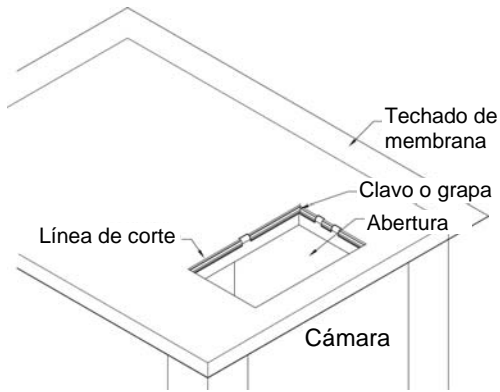

Figura 4
- Coloque el material de membrana sobre las secciones del techo de la cámara y el reborde dejando una parte sobresaliente de 15,24 cm (6 pulg.) en los cuatro lados de la cámara. Con un cuchillo para uso general corte un orificio en el cielo de la membrana de aproximadamente 3,81 cm (1-1/2 pulg.) frente al borde de la abertura. (El orificio resultante en la membrana será más pequeño que la abertura del techo). Doble las aletas de 3,81 cm (1-1/2 pulg.) de la membrana hacia la abertura, entallando la membrana alrededor de los indicadores de posición y el separador. Utilice grapas, clavos para techo, tornillos de plancha, calafateado, cola, etc. para sujetar el material de techado de membrana al borde interior del marco del reborde. Consulte la Figura 4.